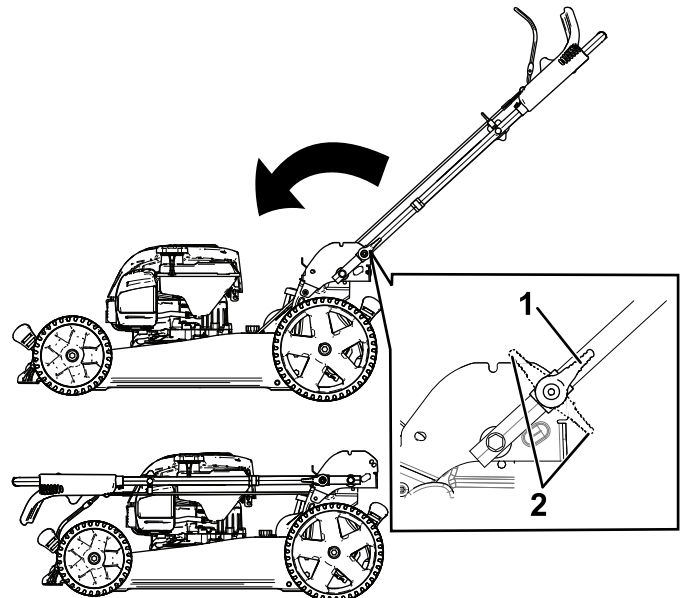

Bild 21
3. Lösen Sie die Holmarretierung (Bild 21).
4. Klappen Sie den Holm ganz nach vorne (Bild 21).